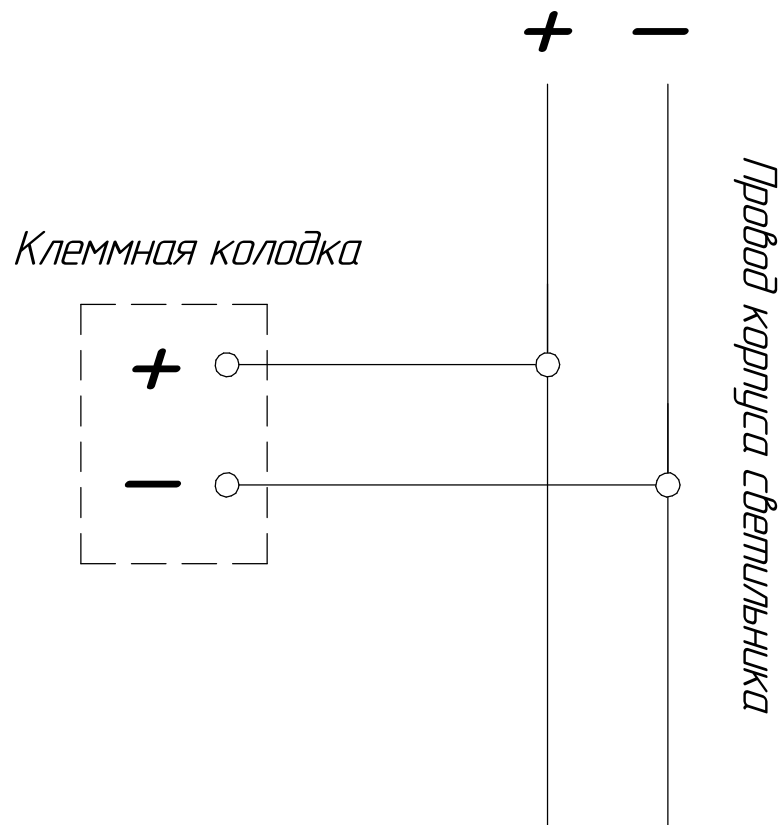

Рисунок 6 - Схема подключения светильника к источнику питания в потолочном основании
5.6 Возьмите корпус светильника и проденьте выходящий из него провод через зажим крышки и подключите к клеммной колодке потолочного основания по схеме на рис. 6.